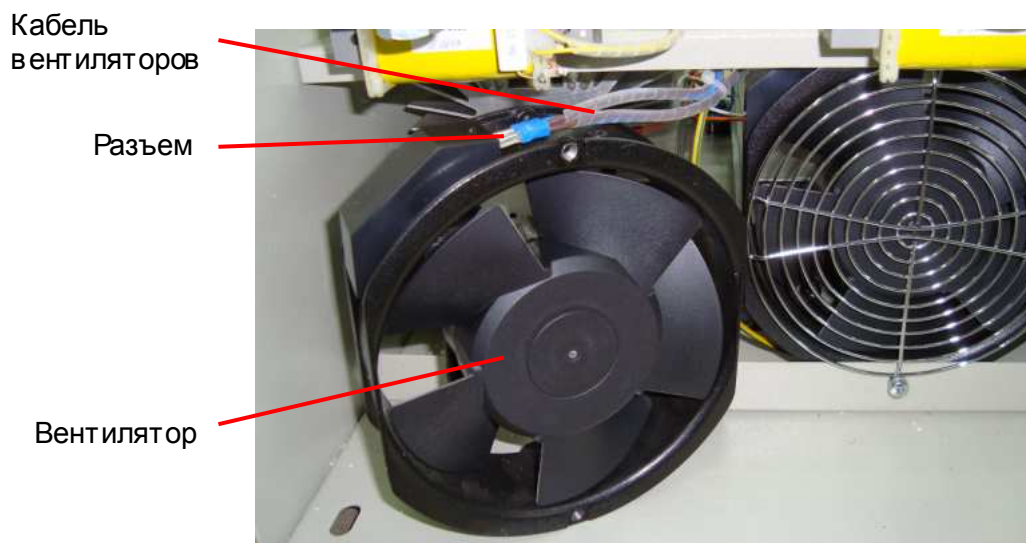

Рис. 7.16
7.6.1. Расположить вентилятор как показано на рис. 7.16.
7.6.2. Подключить разъем кабеля к клеммам вентилятора (рис. 7.16).